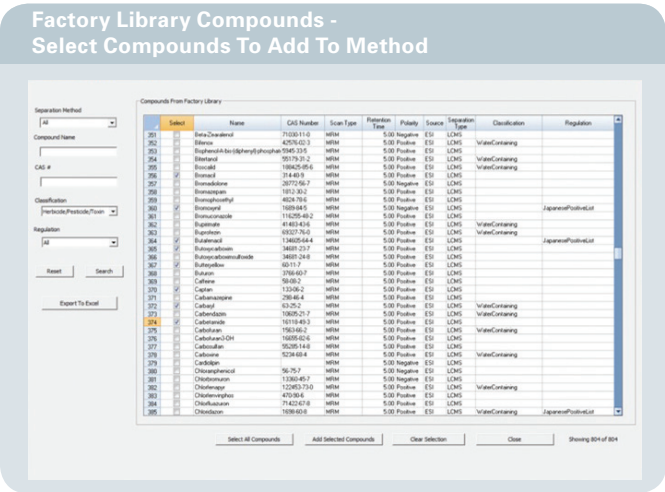
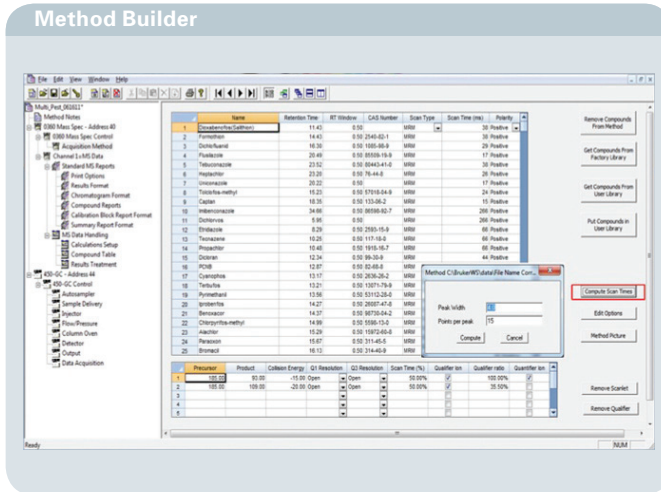

图2 从标配的MRM数据库中将目标农药导入到采集方法
图3 从MRM数据库导入数据后的数据采集结果, 以及根据峰宽和谱图数据点计算扫描次数
步骤 1. 从标配的MRM 数据 (图 2) 或在用户自建的数据库中将目标农药导入到Acquisition Method (采集方法) 中 (图 3)。
步骤 3. 如图 3 所示, 单击 Compute Scan Times (计算扫描时间), MS Workstation 可根据平均峰宽输入值以及所需的每个峰的扫描数据点数 (15) 自动计算和分配每个 MRM 的扫描时间。因此每种农药获得 266 ms (即每 MRM 为 133 ms) 至 15 ms (每 MRM 为 7.5 ms) 的扫描时间。